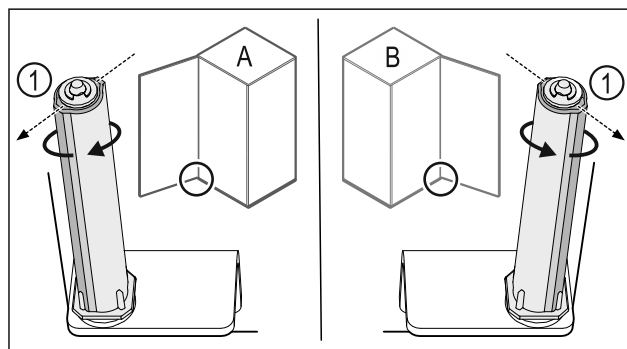

Fig. 37 Lewy ogranicznik (A) / prawy ogranicznik (B)
- ▶ Przekręcić system blokujący w kierunku przeciwnym do oporu, aż pręt systemu blokującego Fig. 37 (1) będzie skierowany na zewnątrz.